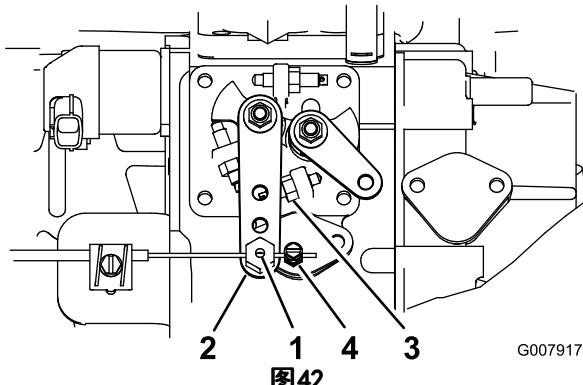

图42
2. 拧松油门拉线接头，接头位于油门拉线上靠近喷射泵控制杆的地方（图42）。
3. 将喷射泵控制杆臂固定到高急速限位器（图42）上。